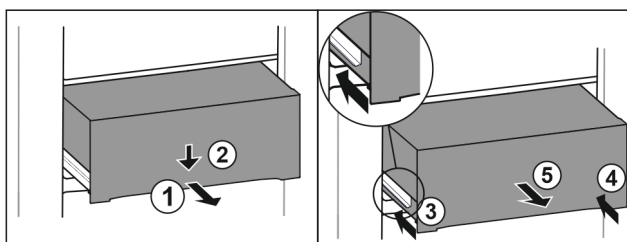

Fig. 163
- ▶ Húzza ki félig a fiókot. Fig. 163 (1)
- ▶ Nyomja le a fiók elülső oldalát. Fig. 163 (2)
- ▶ Tolja be a bal oldali sínt körülbelül 2 cm mértékben. Fig. 163 (3)
- ▶ Tolja be a jobb oldali sínt körülbelül 2 cm mértékben. Fig. 163 (4)
- ▶ Vegye ki a fiókot előrefelé. Fig. 163 (5)